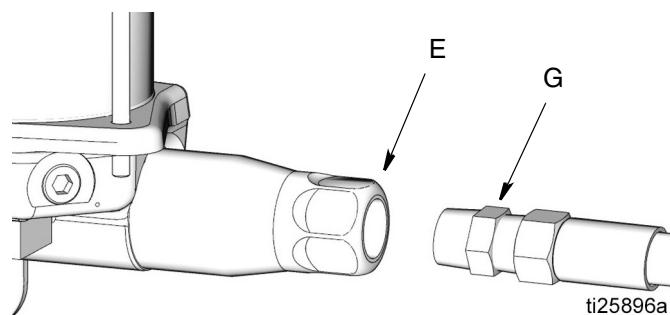

Рис. 9
6. Подсоедините **выпускной патрубок насоса (E)** к **смазочной линии (G)** (Рис. 9).